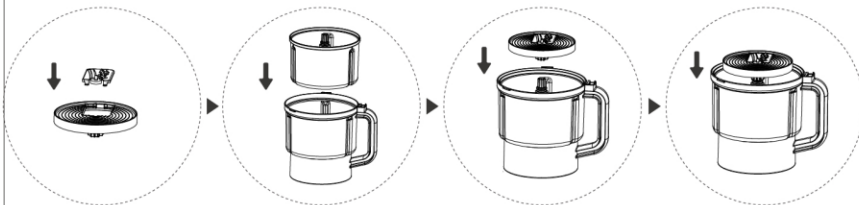

图10-1
1. 将切丝刀片固定在切丝切片盘上（见图 10-1）；
2. 将切丝切片打发桶放入到多功能杯中；（见图 10-1）
3. 将安装有刀片的切丝切片盘固定在切丝切片打发桶上（见图 10-1）；